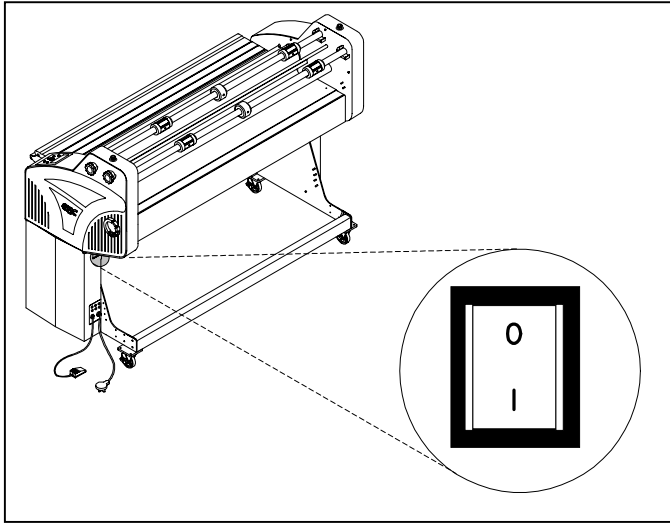

Fig. 4
**A. POWER ON/ OFF:** (Figure 4)